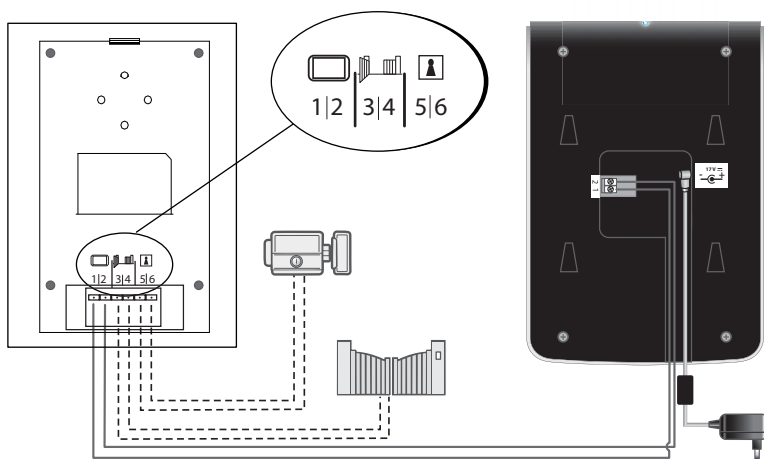

Fig. 7
1. Fixer le support mural (2) en faisant en sorte que l'écran du moniteur soit à une hauteur d'environ 1,60m.
3. Brancher la fiche de l'adaptateur (3) au dos du moniteur (sans le brancher sur secteur).
4. Mettre en place le moniteur (1) sur le support mural (2).
**Note** : En cas de coupure du cordon d'alimentation, veillez à respecter la polarité (liseré blanc (+)) et ne pas couper le filtre **F** d'alimentation (fig. 7).